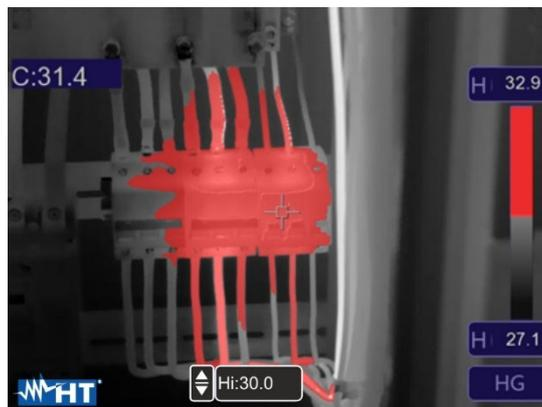

Abb. 41: Auswahl Isothermen-Linie Alarm hohe Temp.
5. Berühren Sie das Feld "Hi" im unteren Teil des Displays und stellen Sie mit den Pfeiltasten **▲** oder **▼** den Wert der **maximalen** Temperaturschwelle ein, ab der das Gerät die Bildpunkte in Rot und die verbleibenden Punkte in Grau anzeigt (siehe Abb. 41).